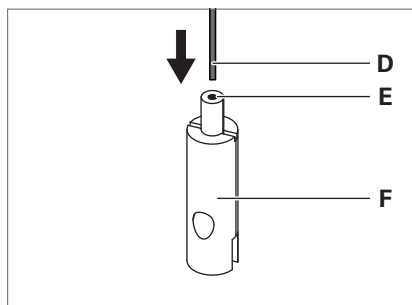

Fig. 21: Monter l'attache de câble.
- Faites passer le câble métallique **D** à travers la douille de guidage **E** de l'attache de câble **F**, voir Fig. 21.